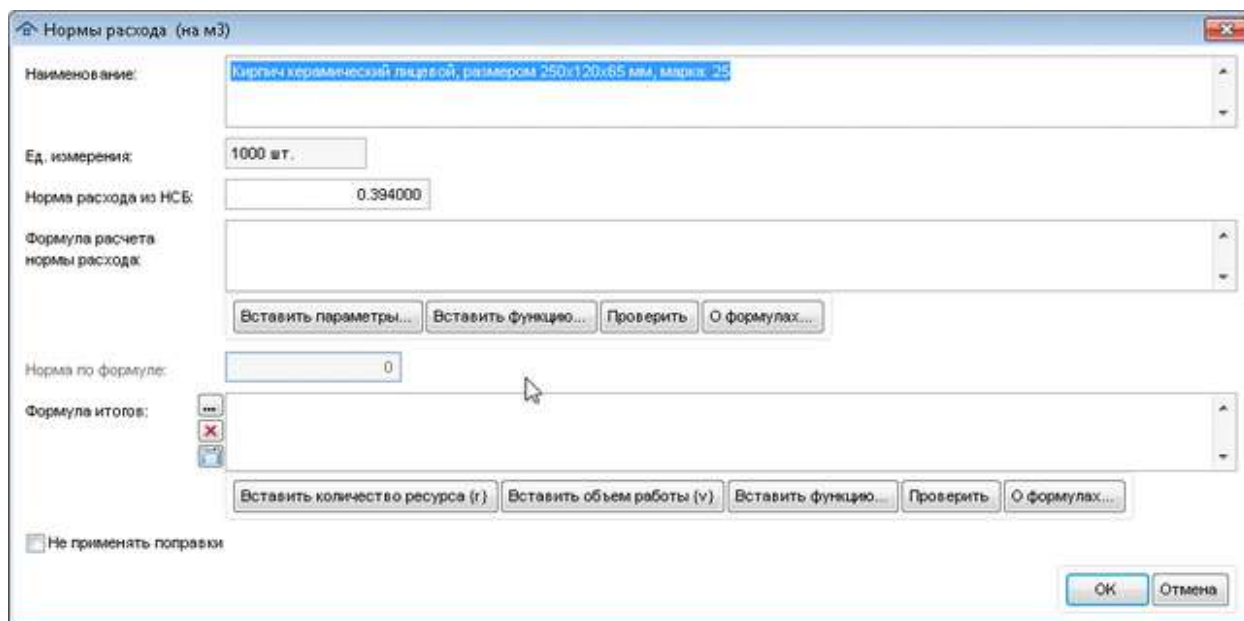

Рис. 144. Правка ресурса
- Кнопка  позволяет исправить наименование ресурса и норму расхода (рис. 144). Также можно задать формулу расчета нормы расхода ресурса. В том случае, если назначение ресурсов производится для одной строки списка конструктивных элементов, справочно приводится норма, рассчитанная по формуле.